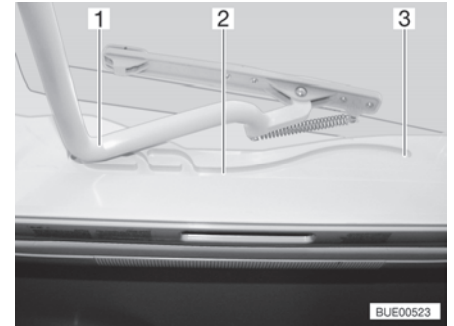

Fig. 54 Glissière (lanterneau Heki)
- Tirer l'étrier (Fig. 54,1) dans les glissières (Fig. 54,2) jusqu'à la position la plus reculée (Fig. 54,3).
- Pousser l'étrier (Fig. 54,1) légèrement vers le haut avec les deux mains.
- Tirer l'étrier dans les glissières (Fig. 54,2) jusqu'à la position souhaitée.